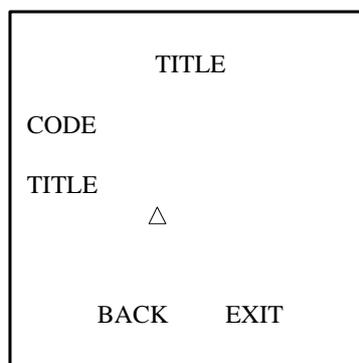

Abbildung 3-9 Dome-Namen einrichten
3. Rufen Sie in der Liveansicht das Preset 11 innerhalb von fünf Sekunden zweimal auf, um zum Menü **SET TITLE** zu gelangen (siehe Abbildung 3-9).